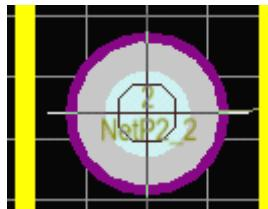

图 6-6.76 布线
**Step1:** 激活 PCB 文件，切换到 Bottom Layer，执行菜单命令【Place】 / 【Interactive Routing】或单击图标。将鼠标移动到焊盘位置，此时光标会呈现多边形，如图 6-6.76 所示，单击鼠标左键开始划线（此时按下 Tab 键可以修改导线属性），到该网络的令以焊盘时光标会变成多边形，此时在单击鼠标左完成该条导线的放置。单击一次鼠标右键或者 Esc 键结束该条导线放置，单击两次鼠标右键结束导线放置状态。